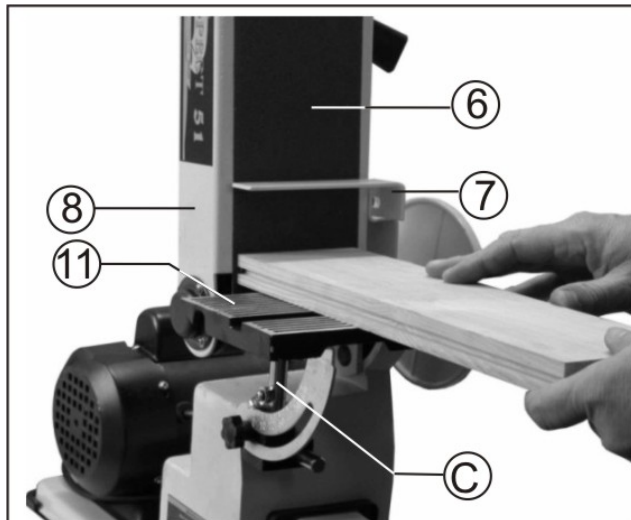

Рис.8
### 9.3. Перестановка рабочего стола (Рис.8)
Когда стол (8) (шлифовальной ленты) поднят, можно переместить рабочий стол (11) и установить его перед шлифовальной лентой (6). Выполните следующее: ослабьте фиксирующую гайку (13), выверните опорный вал (С), Рис.4, установите его в резьбовое отверстие корпуса перед шлифовальной лентой (6), как показано на Рис.8 и затяните фиксирующую гайку (13), как показано на Рис. 4. Установите рабочий стол (11) в нужную позицию, затем затяните фиксирующий болт рабочего стола (11) на опорном валу (С), оставив минимальный зазор между шлифовальной лентой (8) и боковой поверхностью рабочего стола (11).
Когда шлифовальная лента (6) расположена вертикально, деталь опирается на задний упор (7) или рабочий стол, Рис.8.